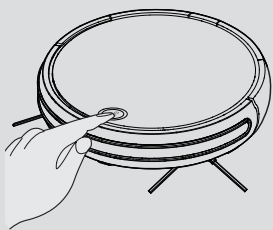

Fig. 2
Premere il pulsante AUTO al centro sulla parte superiore del Robot. [Fig. 2]
1. Spegner il Robot premendo il pulsante AUTO. [Fig. 2]
1. Spegner il robot. [Fig. 2]
1. Spegner il Robot. **[Fig. 2]**
1. Spegner Robot e capovolgerlo. **[Fig. 2 & 10]**